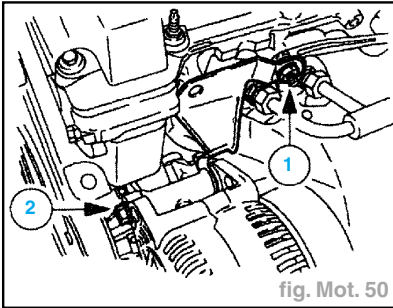

fig. Mot. 50
- retirer la vis de la plaque de support moteur (1),
- dévisser le goujon fileté (2).
- Déposer le support d'alternateur de la culasse et desserrer l'alternateur (fig. Mot. 50) :
- dévisser l'écrou (1),
- déposer la vis supérieure de l'alternateur (2),